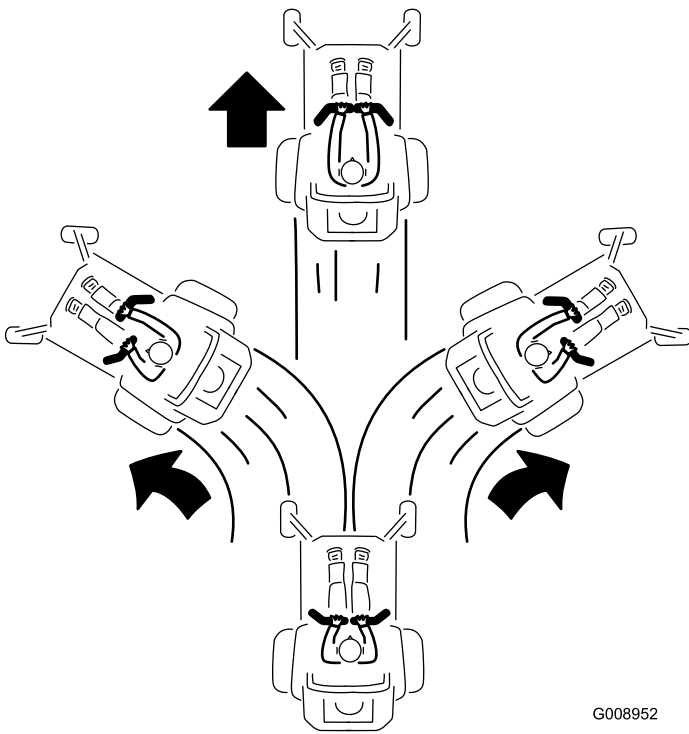

Figure 25
3. Pour vous déplacer en marche avant, poussez doucement les leviers de commande de déplacement vers l'avant (Figure 25).